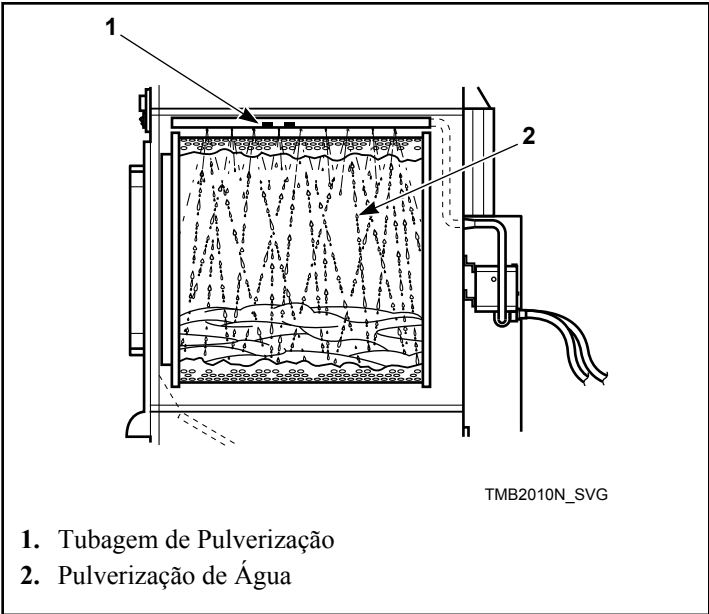

Figura 51
7. Após 15 segundos de pulverização de água, prima o botão de reposição, mantendo-o premido, até a pulverização de água e a luz se desligarem. Esta acção deverá demorar aproximadamente um segundo. Consulte a *Figura 50* e a *Figura 51* .